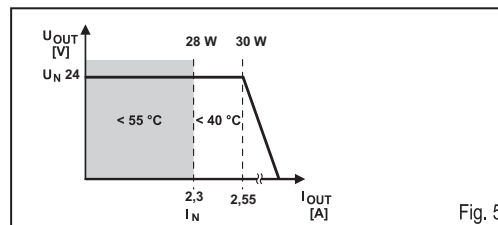

Fig. 5
### 5. Output ②, Fig. 5
### 5. Sortie ②, Fig. 5
Intensité de sortie. (Se référer à la Figure 5).